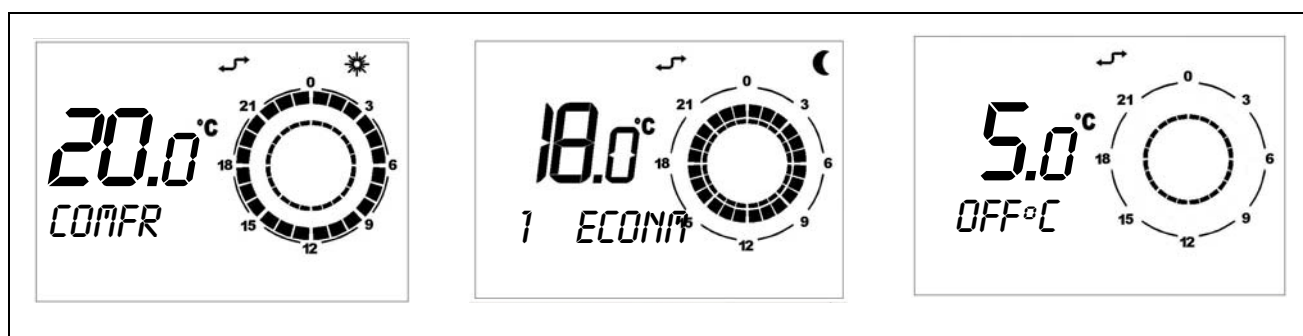

Figura 15
- Sul display in basso a sinistra comparirà la scritta **COMFR** per la programmazione della temperatura di comfort, la scritta **ECONM** per la programmazione della temperatura ridotta e la scritta **OFF°C** per la programmazione della temperatura antigelo (si intende temperatura antigelo dell'aria ambiente da non confondersi con la funzione antigelo del modulo esterno)(vedi Figura 15).